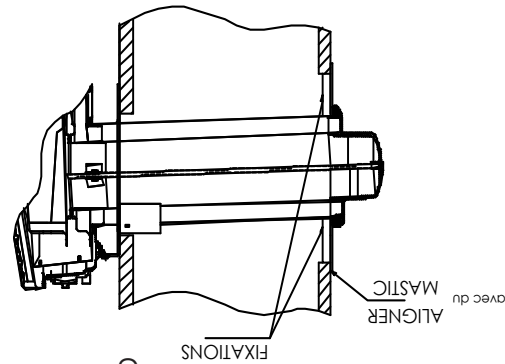

Figure 15
3. De l'extérieur du mur, vissez légèrement la tige (D) sur le support situé à l'intérieur de la sortie de fumée de l'appareil.
4. Enveloppez le tuyau d'admission d'air (C) avec l'isolant fourni (i) (côté feuille vers l'extérieur) et placez la bande de ruban fournie (H) le long de la couture pour le fixer.
5. Faites glisser le tuyau de ventilation (B) et le tuyau d'admission d'air de ventilation (C) à travers le trou dans le mur et connectez-les respectivement à la sortie de fumée de l'appareil et à l'entrée d'air.
6. La plaque de montage extérieure (F) et l'anneau en caoutchouc silicone (G) doivent être installés entre le capuchon de ventilation (A) et le mur extérieur. La plaque de montage extérieure (F) doit être positionnée au ras du mur et ses entretoises insérées dans le mur et scellées avec un mastic non durcissant (cailloutage silicone). Positionnez la plaque de montage extérieure (F) de sorte que le tuyau d'admission d'air de ventilation (C) ait une légère pente vers le bas vers l'extérieur. La pente descendante est nécessaire pour empêcher l'entrée d'eau de pluie.
7. Avant de fixer le capuchon de ventilation (A) sur le mur extérieur, passez un cordon de mastic non durcissant (cailloutage silicone) autour de son bord extérieur, de manière à assurer l'étanchéité entre celui-ci et la plaque de montage extérieure (F) (voir figure 15).